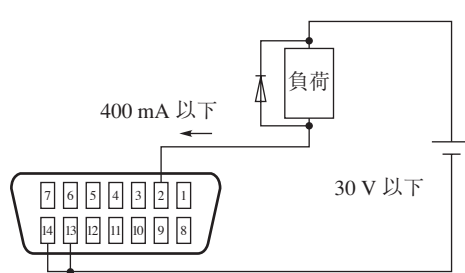

図 6-6
H.V ON 信号でリレーをドライブします。図 6-6 参照。